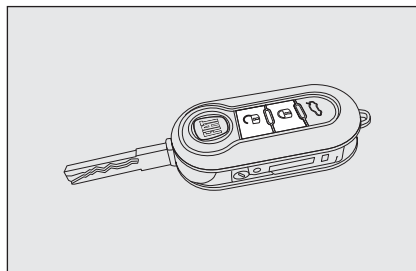
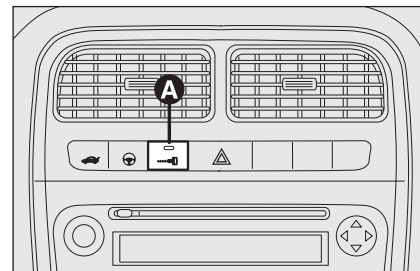

fig. 70
fig. 72
Con porte chiuse premere il pulsante  sul telecomando **fig. 70** oppure inserire e ruotare l'inserto metallico nella serratura della porta lato guida in senso orario. L'avvenuto bloccaggio delle porte è segnalato dalla singola accensione del led sul pulsante **A-fig. 72**. Il blocco delle porte viene attivato solo se tutte le porte sono chiuse. Se una o più porte sono aperte a seguito della pressione del pulsante  sul telecomando **fig. 70**, gli indicatori di direzione ed il led presente sul pulsante **A-fig. 72** lampeggiano velocemente per circa 3 secondi.
Se una o più porte sono invece aperte a seguito della rotazione dell'inserto metallico della chiave solo il led presente sul pulsante **A-fig. 72** lampeggia velocemente per circa 3 secondi. Se le porte sono chiuse ma il bagagliaio è aperto il blocco delle porte viene effettuato: gli indicatori di direzione (solo per blocco effettuato premendo il pulsante  **fig. 70**) ed il led presente sul pulsante **A-fig. 72** lampeggiano velocemente per circa 3 secondi.
Con funzione attiva è comunque possibile sbloccare le serrature delle altre porte, premendo il pulsante **A-fig. 72** posto sul mobiletto centrale.
Effettuando una doppia pressione rapida del pulsante  sul telecomando **fig. 70** si attiva il dispositivo dead lock (vedere paragrafo "Dispositivo dead lock").
Premere brevemente il pulsante  **fig. 70** per avere lo sblocco delle porte a distanza, l'accensione temporizzata delle plafoniere interne e doppia segnalazione luminosa degli indicatori di direzione oppure
Premere il pulsante **A-fig. 72** per bloccare/sbloccare tutte le porte. Il pulsante è dotato di un led che indica lo stato (porte bloccate o sbloccate) della vettura. Quando le porte sono bloccate il led sul pulsante è acceso ed una pressione del pulsante provoca lo sblocco centralizzato di tutte le porte e lo spegnimento della spia. Quando le porte sono sbloccate il led è spento ed una pressione del pulsante provoca il blocco centralizzato di tutte le porte. Il blocco porte viene attivato solo se tutte le porte sono correttamente chiuse.
non sarà possibile effettuare lo sblocco tramite il pulsante **A-fig. 72** ubicato tra i comandi su plancia.
- pulsante **A-fig. 72** di blocco/sblocco;
Il dispositivo si inserisce automaticamente su tutte le porte nel caso in cui si effettui una doppia pressione rapida sul pulsante **U** sulla chiave con telecomando **fig. 70**.
L'avvenuto inserimento del dispositivo è segnalato da 3 lampeggi degli indicatori di direzione e dal lampeggio del led ubicato sul pulsante **A-fig. 72** ubicato tra i comandi su plancia.